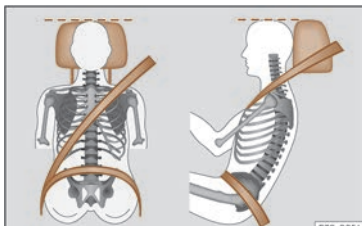

Fig. 17 Poziția corectă a chingii centurii de siguranță și tetierei
- Reglați tetiera astfel încât marginea superioară a acesteia să fie pe cât posibil la același nivel cu creștetul capului și cât mai aproape de nivelul ochilor¹⁾ >>> pag. 131. Țineți ceafa cât mai aproape posibil de tetieră >>> fig. 17.
- Reglați scaunul longitudinal astfel încât să puteți apăsa complet pedalele cu genunchii ușor îndoiți și astfel încât distanța dintre zona genunchilor și panoul de bord să fie de cel puțin 10 cm (4 inchii) >>> fig. 17.